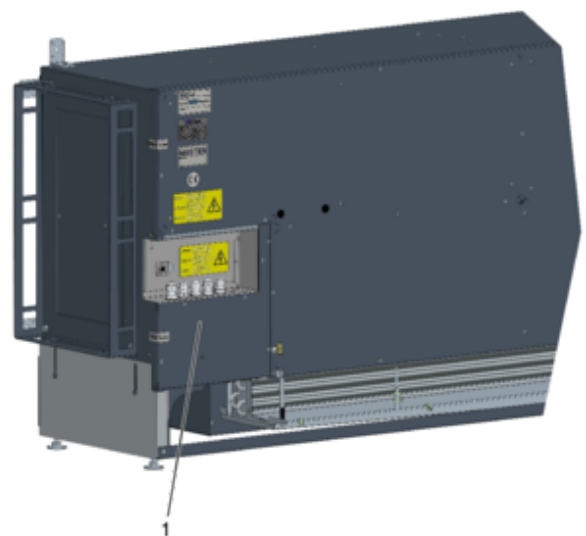

Abb. 7: Revisionsdeckel Regelung
1. ▶ Den Revisionsdeckel der Regelung (Abb. 7 /1) durch Lösen der Schrauben demontieren.